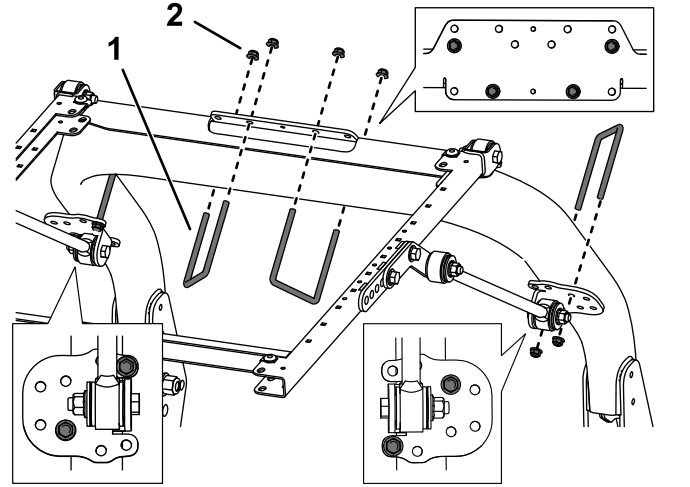

Figura 36
- Usando los taladros de montaje indicados en la Figura 36, sujete provisionalmente cada uno de los soportes de los tirantes a los postes de la barra antivuelco con un perno en U (3⅞" x 5") y 2 tuercas con arandela prensada.